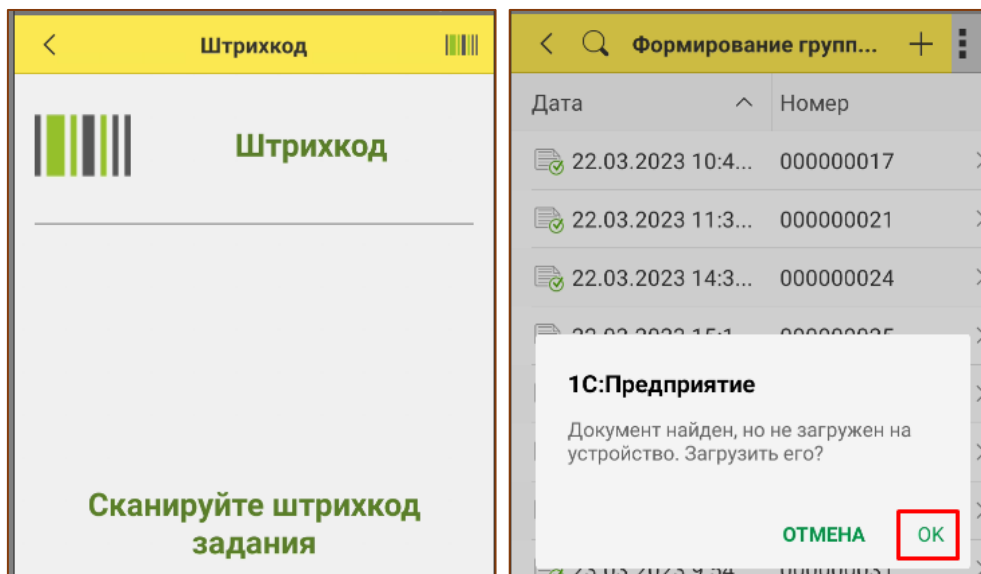

Рис. 8.7 – Загрузка документа на ТСД
- Далее необходимо отсканировать любой КИГУ из документа и подтвердить факт его загрузки на ТСД (Рис. 8.7).